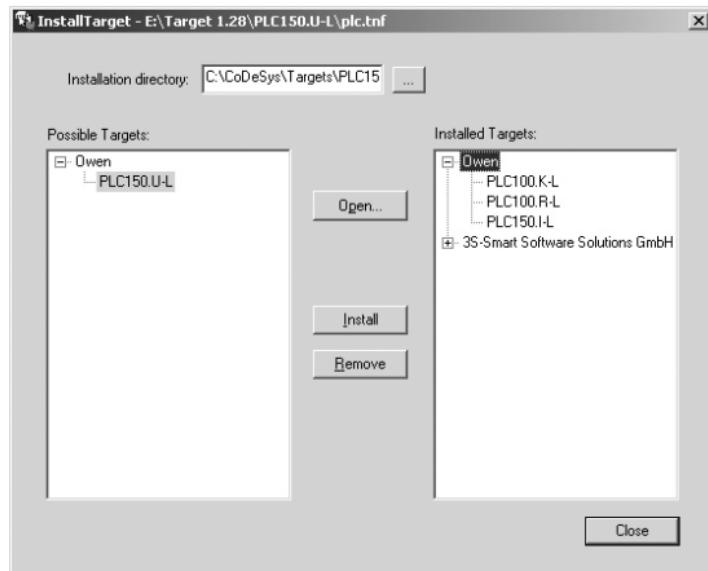

Рисунок 5.1 - Окно «InstallTarget» утилиты InstallTarget
1) В открывшемся при запуске утилиты **InstallTarget** окне (рисунок 5.1) – нажать кнопку Open и указать путь доступа к инсталлируемому Target-файлу (имеющему расширение *.tnf, Target Information File). Target-файлы контроллеров ОВЕН ПЛК154 находятся на компакт-диске, поставляемом с контроллером, в папке «Target» или могут быть скачаны с сайта www.owen.ru. При скачивании с сайта папку с Target-файлами надо разархивировать и сохранить на жестком диске ПК.